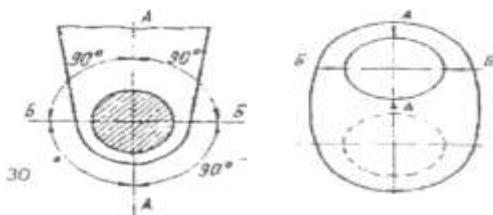

Рис. 2. Схема обмера диаметров шеек коленчатого вала:
- Замерить по схеме обмера (Рис. 2) размеры коренных шеек коленчатого вала и определить величины износа и отклонений формы.
- Замерить по схеме обмера (Рис. 2) размеры шатунных шеек коленчатого вала и определить величины износа и отклонений формы.